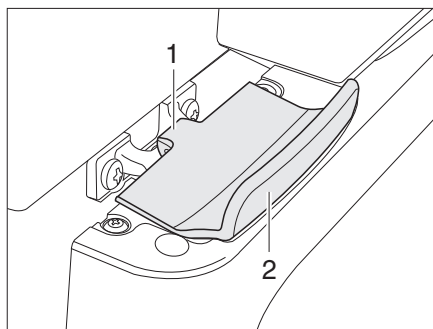

Fig. 361 Bloqueo de la puerta del frigorífico, cerrado (Thetford)
- Abrir la puerta del frigorífico con el tirador (Fig. 361,2). El bloqueo (Fig. 361,1) se abre automáticamente.